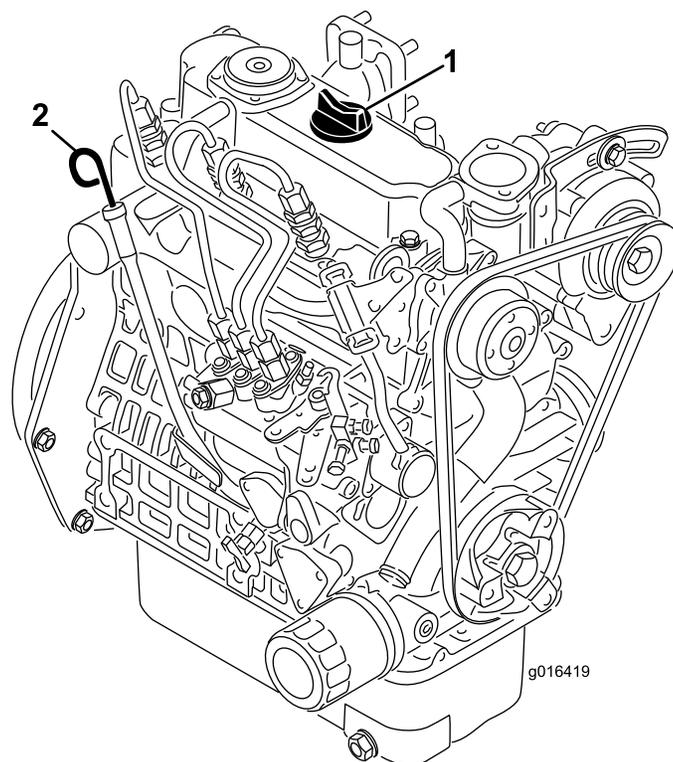

Figure 22
2. Retirez la jauge et essuyez-la sur un chiffon propre (Figure 22). Remettez la jauge dans le tube en l'enfonçant au maximum. Sortez la jauge du tube et vérifiez le niveau d'huile. Si le niveau est trop bas,